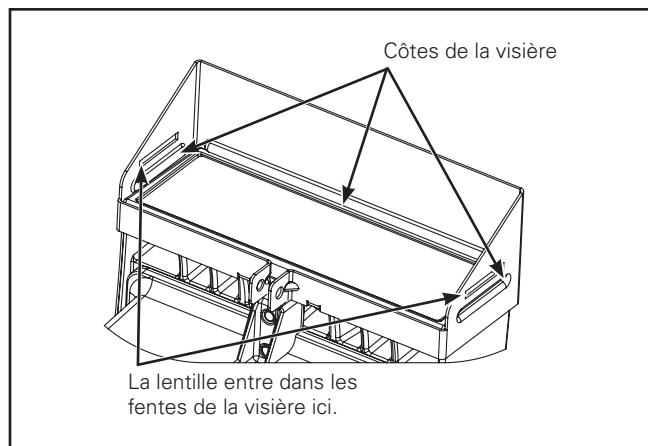
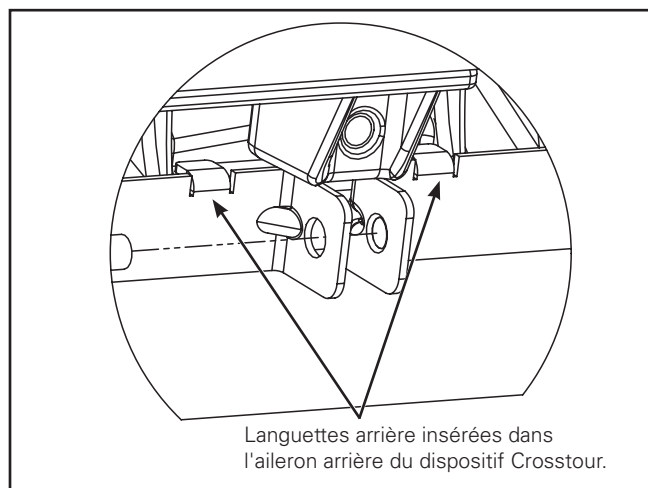
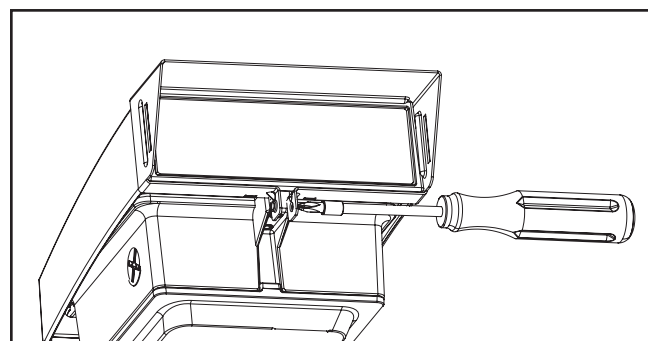

Figure 6.
Figure 7.
Figure 8.
- Pour l'installation de la visière seulement. Sélectionnez la lentille de la bonne taille (petite: modèles 7W, 18W et 26 W, grande: modèle 38 W). Retirez la pellicule protectrice de la lentille du parechoc. Insérez la lentille dans les fentes correspondantes de la visière en courbant cette dernière. (Figure 6.)
- Pour fixer la visière, sélectionnez la bonne taille de visière. Glissez la visière par le devant du boîtier du dispositif Crosstour. Les côtes de la visière devraient reposer sur la surface inférieure du dispositif Crosstour (Figure 6). Assoyez les languettes arrière de la visière sur la cavité de l'aileron du dispositif Crosstour (Figure 7). Insérez des vis filetées 8-32 de 1,9 cm (0,75 po) dans le trou de vis de la visière et serrez jusqu'à ce qu'elle soit bien fixée. Vissez et serrez à 2,3 à 2,8 Nm (20 à 25 po-lb). (Figure 8.)